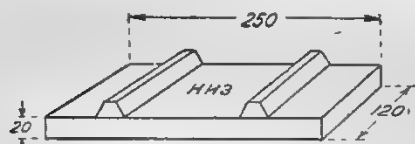

Рис. 1. Панель.
1. Сухая доска размерами $250 \times 120 \times 20$ мм (рис. 1).